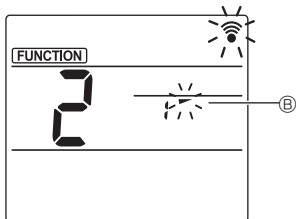

Fig. 3-3
- Настройка угла дефлектора (Fig. 3-3). Нажимайте кнопки **[▲]** для выбора угла дефлектора **(B)**. Направьте беспроводной пульт дистанционного управления на приемник сигнала на внутреннем блоке и нажмите кнопку **[SET]**.